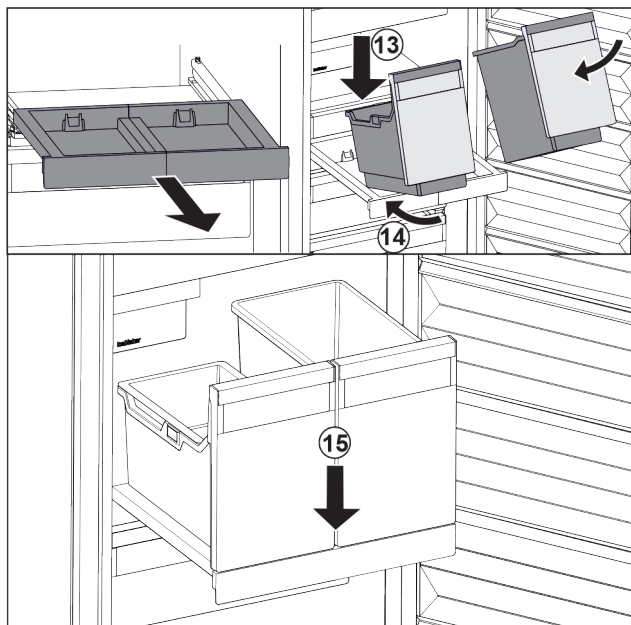

Fig. 28
▶ Наклоняя вниз, установите контейнеры на выдвижную панель. Fig. 28 (13)
▶ Вставьте контейнеры, наклоняя вниз, назад. Fig. 28 (14)
▶ Снимите контейнеры спереди. Fig. 28 (15)